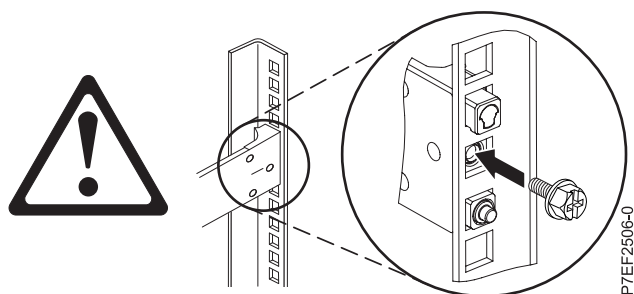

Figura 21. Recolocación del tornillo
4. Vuelva a colocar el tornillo que ha extraído en el paso 2 en la página 22, como se muestra en la Figura 21.